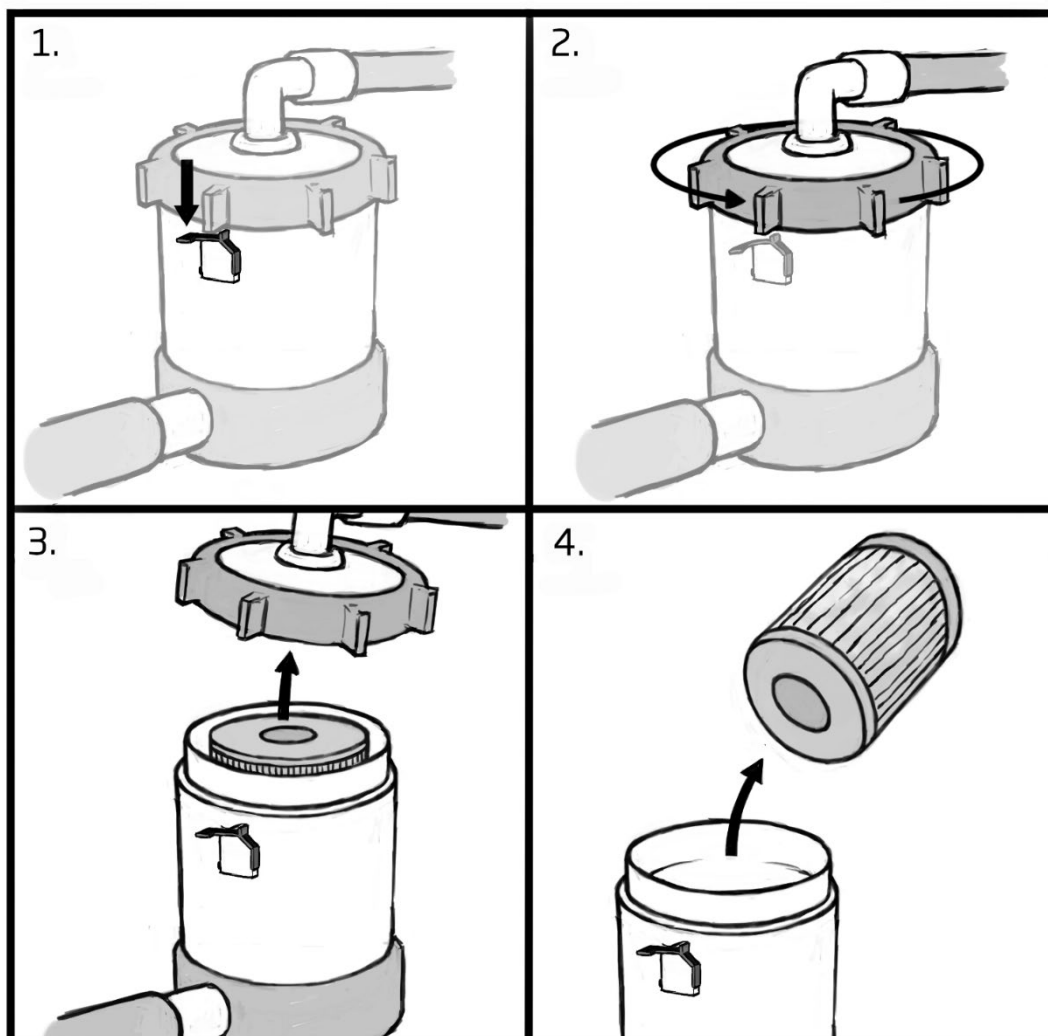

Bild 6
5. Lossa låsringen (1-2, bild 6) genom att först varsamt trycka ned den svarta låsklämman och sedan skruva låsringen moturs, kan sitta hårt fast.
6. Lyft av locket (3./bild 6).
7. Avlägsna filterpatronen och rengör filterhusets insida vid behov (4./bild 6).